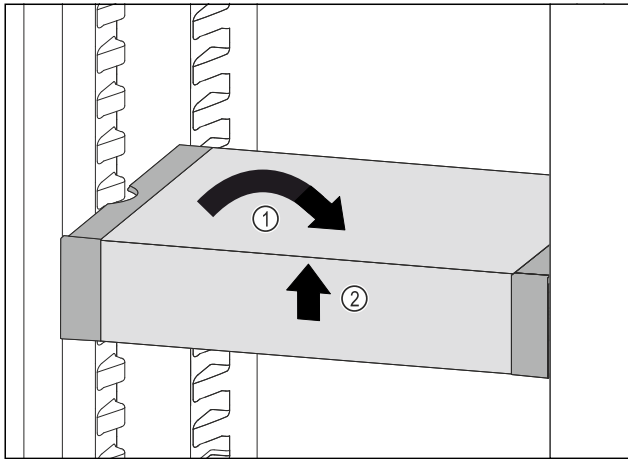

Fig. 105
- ▶ Вирівняти VarioSafe. Fig. 105 (1)
- ▶ Підняти VarioSafe спереду. Fig. 105 (2)